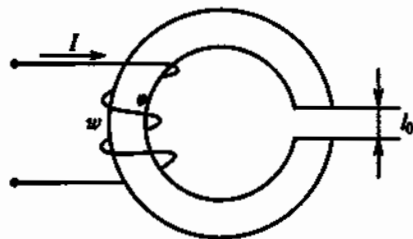

Рис. 58
2.33.Р. При каком токе в катушке, изображенной на рис. 58, магнитная индукция B в воздушном зазоре равна 1,256 Тл, если $l_0 = 2$ мм, число витков $w = 2000$? (Потоком рассеяния и выпучиванием магнитного потока в воздушном зазоре пренебречь. Принять магнитную проницаемость ферромагнитного сердечника $\mu = \infty$, а магнитную проницаемость воздушного зазора $\mu_0 = 4\pi \cdot 10^{-7}$ Гн/м.)